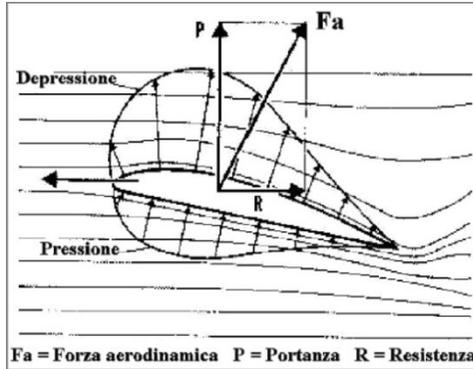

FIG. 44 – FORZA AERODINAMICA
= Ponendo l'**ala** con un certo angolo (**incidenza**) nei confronti del vento relativo (**flusso** o **traiettoria**), nasce una forza orientata verso l'alto e all'indietro che prende il nome di Forza Aerodinamica Totale. La **portanza (P)** e la **resistenza (R)** sono due sue componenti; ovvero si potrà dire che tale forza (**Fa**) è la risultante di queste due forze (**P** e **R**). **FIG. 44**